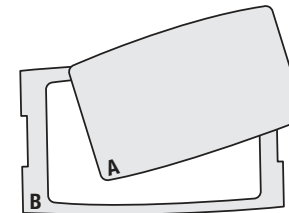

Fig. 7a
- Remova e descarte o apoio do centro (A) do anel de vedação do Filtro (B) (Fig. 7a).